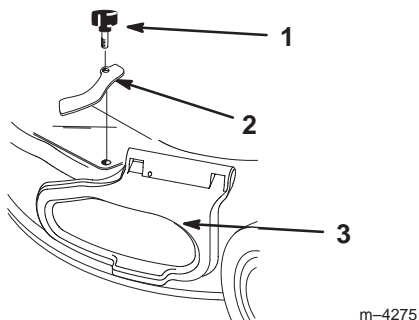

Abbildung 32
3. Den Knopf und die Klammer der Seitenabdeckung entfernen (Abb. 32).
- Den Knopf und die Klammer der Seitenabdeckung entfernen. Dann den Knopf wieder im Loch anbringen und die Klammer zurücklegen (Abb. 32).
- Die Abdeckung der Seitenöffnung hochziehen (Abb. 32).